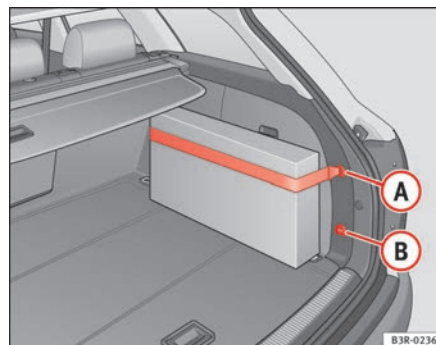

Fig. 119 Cinto de fixação no revestimento lateral direito do porta-bagagens
- Prenda o cinto de fixação no dispositivo (A) ou (B) ⇒ fig. 119.